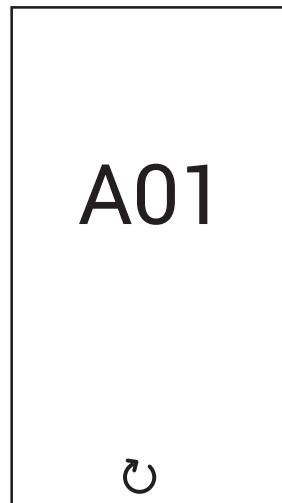

fig. 5
**Anomalie de tip A (fig. 5):** Pentru această anomalie este necesară intervenția manuală, prin apăsarea tastei timp de aprox. 2 secunde. După aceea confirmați cu tasta .